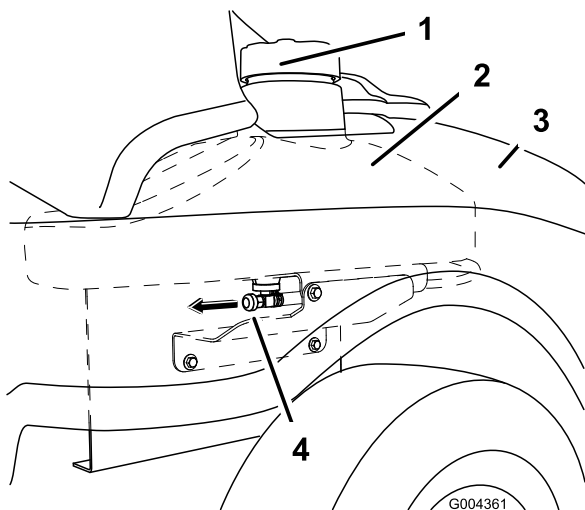

Bild 41
3. Schließen Sie den Kraftstoffhahn vorne unter dem Kraftstofftank (Bild 41).
7. Öffnen Sie den Kraftstoffhahn. Lassen Sie den Kraftstoff in einen Benzinkanister oder ein Auffangwanne ablaufen (Bild 41).